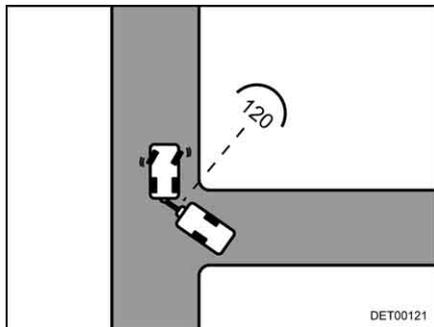

Fig. 19 Manœuvre à effectuer
- Dès que les deux véhicules se trouvent dans un angle de 120° l'un par rapport à l'autre, s'arrêter (Fig. 19).